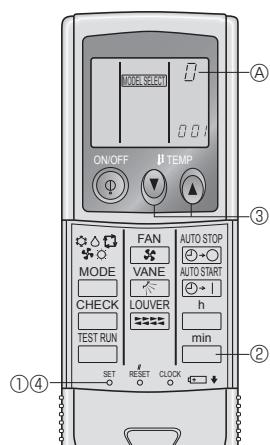

Fig. 6-4
4) Присвоение пульта дистанционного управления отдельным приборам (Fig. 6-4)